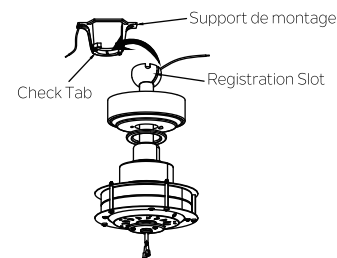

Fig. 9
**Étape 5.** Soulevez le moteur pour le mettre en position d'installation et placez la boule de suspension dans le support de montage. Tournez jusqu'à ce que Check Tab se trouve dans Registration Slot et qu'il soit bien logé. ( Fig. 9) Le moteur entier ne doit tourner ni à gauche ni à droite lorsqu'il est installé correctement.